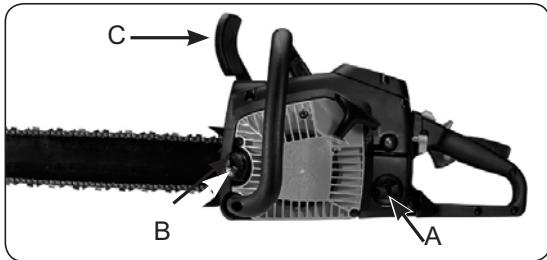

Рис. 6
1. Заправьте резервуар для топлива (A) правильной топливной смесью (Рис. 6).
2. Наполните резервуар для масла (B) правильно подобранный смазкой для цепи и шины (Рис. 6).
3. Убедитесь в том, что тормоз цепи (C) освобожден перед пуском пилы (Рис. 6).